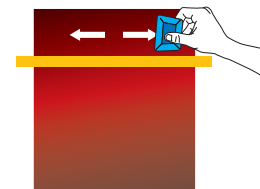

Figure 04
- Commencer le collage du vinyle avec une raclette (préalablement recouverte de feutrine) formant un angle à 45° et un sens d'application du centre vers les bords. (FIG. 04)